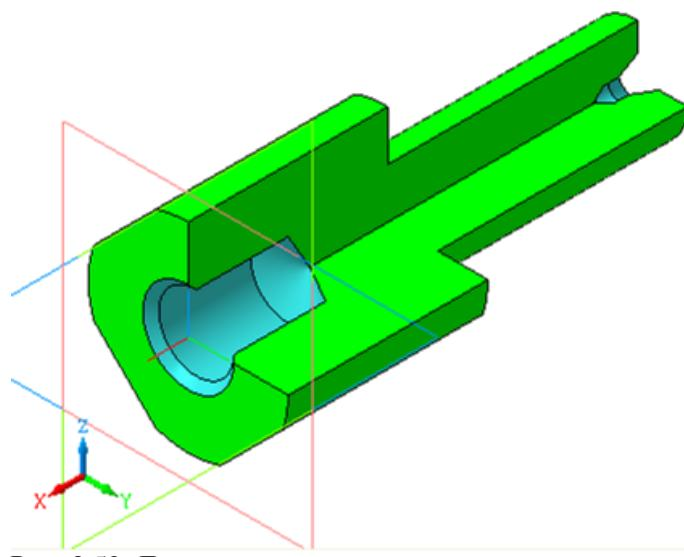

Рис. 3.52. Деталь с отверстиями по торцам
5. Нажать кнопку **Создать объект**. Результат выполненной операции представлен на рис. 3.52.
- Выполнение отверстия в детали заканчивают кнопкой **Создать объект**. Деталь с отверстиями дана на рис. 3.52.